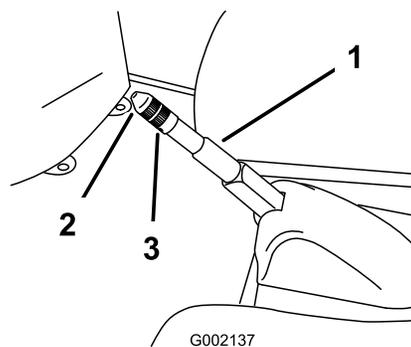

Figura 44
2. Desaperte o parafuso de afinação que fixa o manípulo à alavanca do travão de mão (Figura 44).